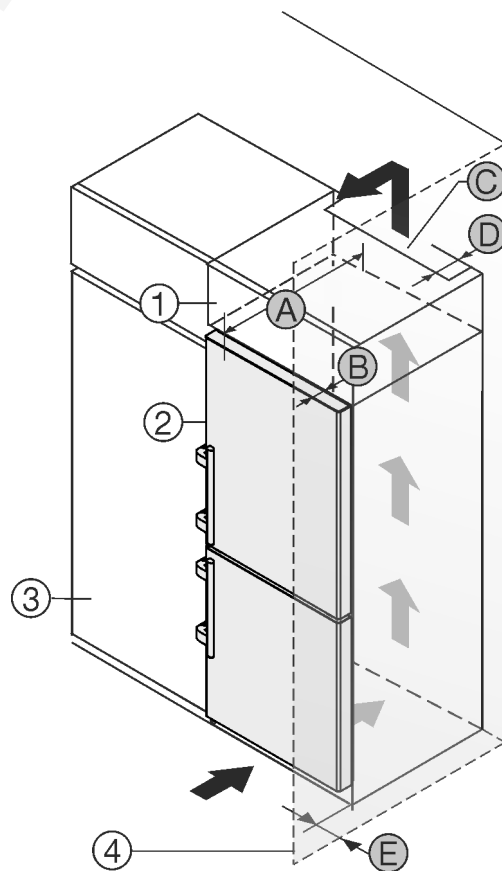

Fig. 51
A készüléket körbe lehet építeni konyhaszekrényekkel. Rá lehet szerelni Fig. 51 (2) egy rátétszekrényt, hogy a készüléket a konyhabútorok magasságához Fig. 51 (1) igazítsa.
A készüléket közvetlenül a konyhaszekrény Fig. 51 (3) mellett is felállíthatja. Ahhoz, hogy az ajtókat teljesen ki tudja nyitni, a készüléknek a konyhaszekrény elülső oldalához képest legalább a mélységnek Fig. 51 (B) megfelelően ki kell állnia. A konyhaszekrények mélységétől és a fali távolságtartók használatától függően a készülék nagyobb mértékben is kiállhat.
- A rátétszekrény hátoldalán egy mélységű Fig. 51 (D) szellőző aknákat kell a rátétszekrény teljes szélességében kialakítani.
- A mennyezett alatt be kell tartani a szellőző keresztmetszetet Fig. 51 (C).
Mikor a készüléket a csuklópántokkal egy fal Fig. 51 (4) mellett állítja fel, akkor a készülék és a fal közti távolságot Fig. 51 (E) be kell tartani. Ez nyitott ajtó esetén megfelel a fogantyú túlnyúlásának.